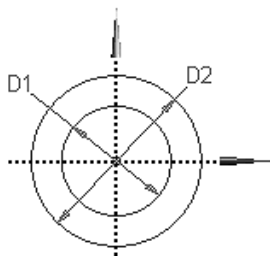

图 3.10.3 草图 1
(1) 绘制图 3.10.3 所示的草图 1。在“草图绘制”工具条的  下拉列表中选择 ZXPlane 平面作为草图平面，单击“New Sketch”按钮 ，绘制图 3.10.3 所示的截面草图，其中 $D1=45$ ， $D2=70$ 。